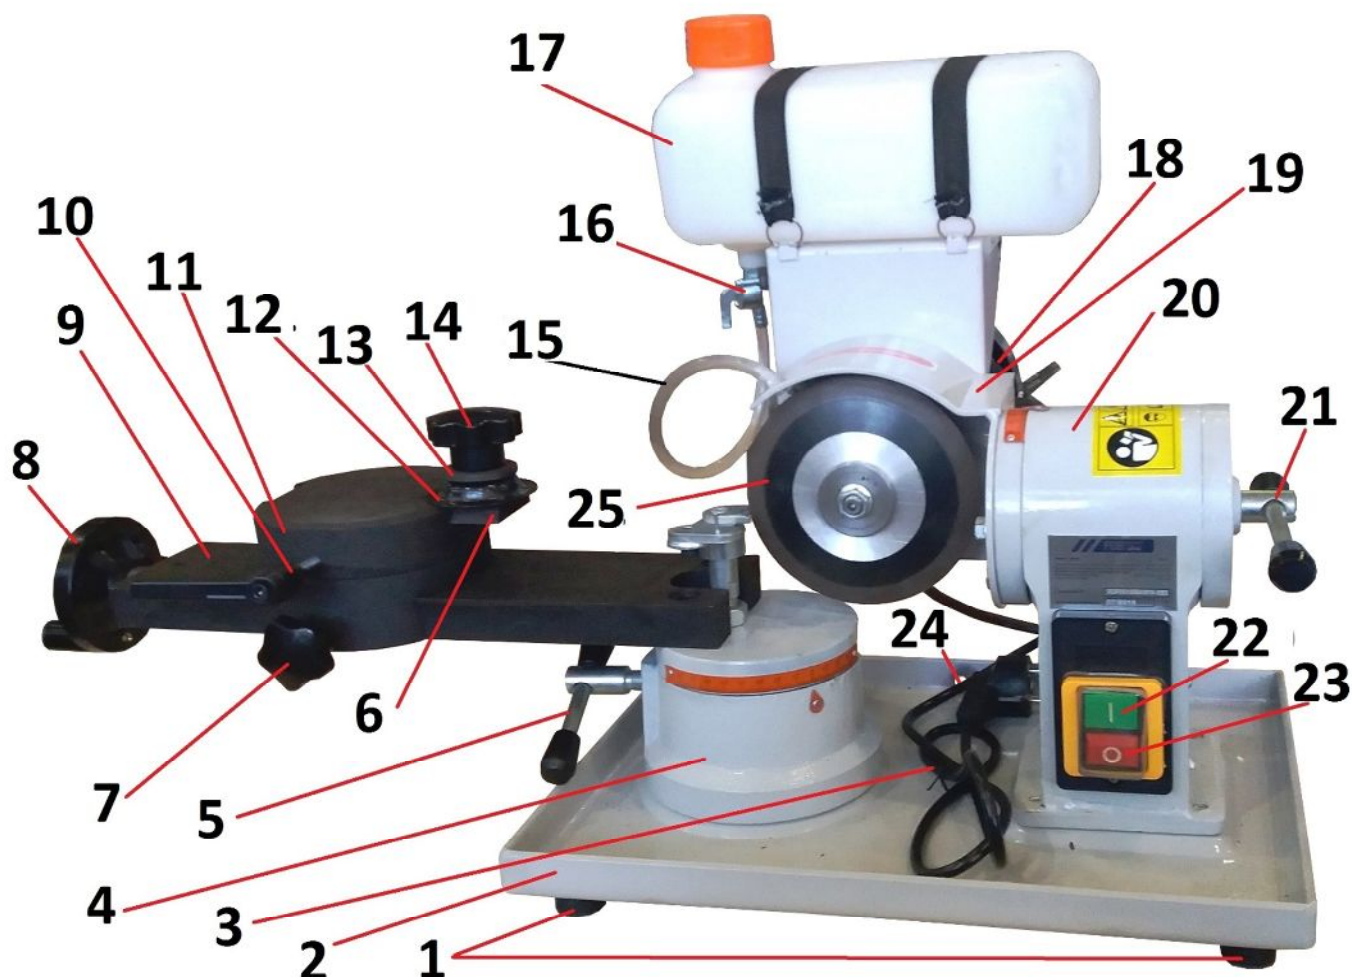
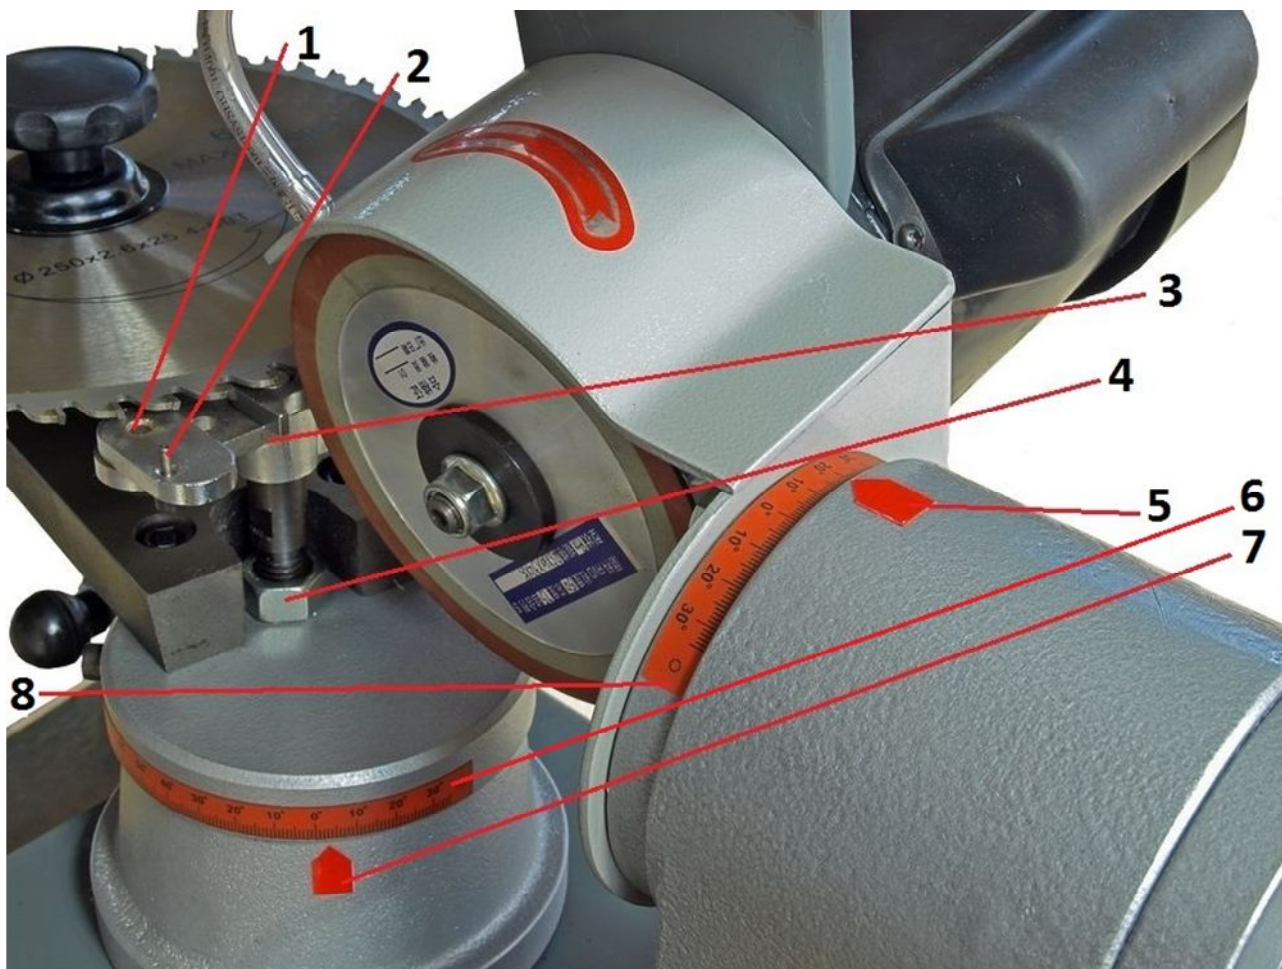

Рис. 1.1 Принципиальное устройство станка:
Рис. 1.2 Принципиальное устройство станка
Станок поставляется в упаковке со снятыми узлом установки и подачи пильного диска (поз. 8, поз. 10, поз. 6 рис. 1.1) и ёмкостью (поз. 16 рис. 1.1) для охлаждающей жидкости.
4. Проверьте целостность и надёжность крепления электродвигателя (поз. 18 рис. 1.1), защитного кожуха заточного круга (поз. 19 рис. 1.1), заточного круга (поз. 25 рис. 1.1), регулировочных устройств (поз. 4, поз. 20 рис. 1.1), основания (поз. 9 рис. 1.1) стола для установки пильного диска, ёмкости для охлаждающей жидкости (поз. 17 рис. 1.1);
5. Ослабьте рукоятку (поз. 7 рис. 1.1) фиксирования стола установки пильного диска, рукоятку (поз. 10 рис. 1.1) регулировки величины подачи каретки пильного диска;
6. Отведите стол (поз. 11 рис. 1.4) установки пильного диска на максимальное расстояние от заточного круга (поз. 25 рис. 1.1) – поворачивая против часовой стрелки маховик (поз. 8 рис. 1.1) перемещения стола (поз. 11 рис. 1.1) установки пильного диска;
7. Нажмите на кнопку «СТОП» (поз. 23 рис. 1.1) и подсоедините станок к электрической сети;
8. Нажмите на кнопку «ПУСК» (поз. 22 рис. 1.1).
При выявлении нехарактерных для работы станка шумов, скрежета, запаха гари немедленно выключите станок кнопкой «СТОП» (поз. 23 рис. 1.1) и отсоедините станок от электрической сети.
9. Остановите станок – нажмите на кнопку «СТОП» (поз. 23 рис. 1.1).
- ✓ проверьте целостность и надёжность крепления электродвигателя (поз. 18 рис. 1.1), защитного кожуха заточного круга (поз. 19 рис. 1.1), заточного круга (поз. 25 рис. 1.1), регулировочных устройств (поз. 4, поз. 20 рис. 1.1), основания (поз. 9 рис. 1.1) стола для установки пильного диска, ёмкости для охлаждающей жидкости (поз. 17 рис. 1.1);
- ✓ ослабьте рукоятку (поз. 7 рис. 1.1) фиксирования стола установки пильного диска, рукоятку (поз. 10 рис. 1.1) регулировки величины подачи каретки пильного диска;
- ✓ отведите стол (поз. 11 рис. 1.4) установки пильного диска на максимальное расстояние от заточного круга (поз. 25 рис. 1.1) – поворачивая против часовой стрелки маховик (поз. 8 рис. 1.1) перемещения стола (поз. 11 рис. 1.1) установки пильного диска;
- ✓ проверьте установку на «0» указателей (поз. 7, поз. 5 рис. 1.2) регулировки (поз. 4 рис. 1.1) угла пильного диска и регулировки (поз. 20 рис. 1.1) угла установки заточного круга. При необходимости ослабьте соответствующие рукоятки (поз. 5, поз. 21 рис. 1.1) фиксирования регулировок угла поворота установки пильного диска и угла установки заточного круга и установите «0» на соответствующий указатель;
- ✓ установите дисковую пилу (пильный диск) на стол (поз. 11 рис. 1.1), прижмите её шайбой (поз. 12 рис. 1.1), закрепите гайкой (поз. 13 рис. 1.1) и маховиком-контргайкой (поз. 14 рис. 1.1) фиксирования пильного диска на столе;
- ✓ установите основание (поз. 9 рис. 1.1) стола установки пильного диска в соответствии с углом наклона зуба пильного диска и зафиксируйте рукояткой (поз. 5 рис. 1.1);
- ✓ установите заточный круг (поз. 25 рис. 1.1) в соответствии с углом плоскости резания зуба пильного диска и зафиксируйте рукояткой (поз. 21 рис. 1.1);
- ✓ переместите каретку (поз. 6 рис. 1.1) подачи пильного диска, с установленным на ней диском, в сторону заточного круга и зафиксируйте рукояткой (поз. 10 рис. 1.1);
- ✓ переместите стол (поз. 11 рис. 1.1) с установленным на каретке (поз. 6 рис. 1.1) пильным диском к заточному кругу, таким образом, чтобы заточный круг коснулся дна впадины зуба пильного диска (рис. 2);
- ✓ отрегулируйте шаг заточки зуба - ослабьте крепления (поз. 1, поз. 4 рис. 1.2) упорного механизма (поз. 3 рис. 1.2). установите штырь (поз. 2 рис. 1.2) упорного механизма в впадину зуба пильного диска таким образом, чтобы он прилегал к плоскости резания (рис. 2). Затяните крепления и проверьте правильность регулировки – ослабьте рукоятку (поз. 10 рис. 1.1) регулировки величины хода каретки, отведите каретку от пильного диска, проверните пильный диск на один зуб (величину шага) и подайте каретку с пильным диском к заточному кругу. При правильной регулировке штырь должен коснуться зуба и начать скользить по нему до начала касания зуба заточным кругом;
- ✓ отведите каретку (поз. 6 рис. 1.1) с установленным на ней пильным диском от заточного круга на расстояние подачи;
- ✓ нажмите на кнопку «СТОП» (поз. 23 рис. 1.1) и подсоедините станок к электрической сети;
- ✓ нажмите на кнопку «ПУСК» (поз. 22 рис. 1.1).
- ✓ проверьте правильность регулировки при работающем электродвигателе – перемещайте равномерно каретку (поз. 6 рис. 1.1) с установленным на нём пильным диском к заточному кругу, о начале шлифования будет свидетельствовать появление искр и характерного для заточного круга шума затачивания;
- ✓ отведите каретку (поз. 6 рис. 1.1) с установленным на ней пильным диском от шлифовального круга;
- ✓ отключите станок кнопкой «СТОП» (поз. 23 рис. 1.1) и отсоедините его от электрической сети;